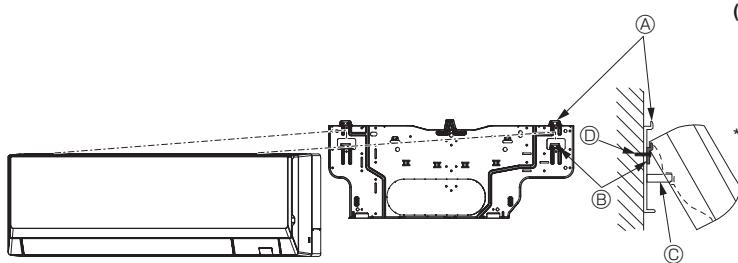

Fig. 3-12
- Si la unidad interior no puede colgarse y levantarse con el gancho normal (las dimensiones de 2.1. ② (el espacio entre el techo y la unidad) son como máximo de 75 mm, 2-61/64 pulgadas), cuelgue la unidad en el gancho inferior para la tubería izquierda. (Fig. 3-12)
#### (Fig. 3-12)